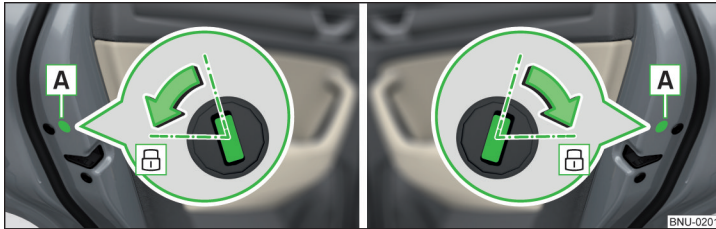

Abb. 356 Tür links / Tür rechts
- › Bei Fahrzeugen mit der Blende **A** diese Blende entfernen » Abb. 356.